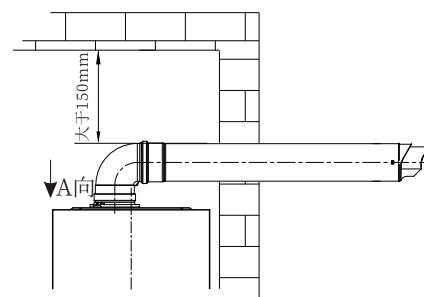

图3.6b
- (2) 为防止同轴烟道上的排气孔和进气孔被堵塞，应将同轴烟道伸出墙外。
- (3) 同轴烟道安装接触或穿过房屋墙壁的管道时，相对环境的表面温升应小于等于60K，当该温升超过60K时，应在同轴烟道通过易燃材料组成的墙体时；必须覆盖厚度在20mm以上的不燃耐高温材料围护，确保墙体表面温升小于等于60K。
- (4) 同轴烟道与其穿过的墙壁上的圆孔之间的间隙，不得用水泥类东西填充，请使用随机附件的烟道法兰密封，否则不利于维修操作。
- (5) 同轴烟道的外表面应与上面的建筑物相距45mm以上。
- (6) 若使用加长管，所有的接口处必须密封，不得使废气漏入室内。
- (7) 烟道口位置必须位于不会造成公害的地方。
- (8) 壁挂炉必须与同轴烟道连接且须导出室外（如图3.6b），没有烟管，停止壁挂炉运行。
- (9) 排烟温度最高可达到90°C，因此使用排烟管时应注意其材质能否在该温度下长期运行。
- (10) 由于排烟管具有一定的温度，因此不可连接到易受热变形管道上（如不耐高温的塑料管和内部有涂层的管道）。